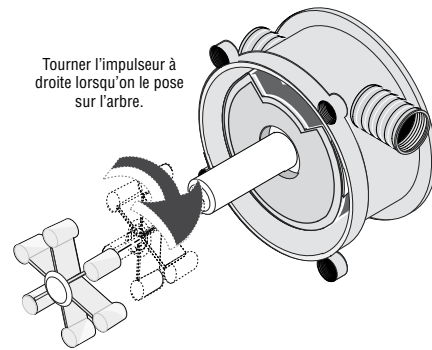

Figure 7 – Tourner l'impulseur à droite pendant qu'on le pose.
9. Pendant la pose de l'impulseur, le tourner à droite (les ailettes de l'impulseur seront pliées.). Se reporter à la Figure 7.